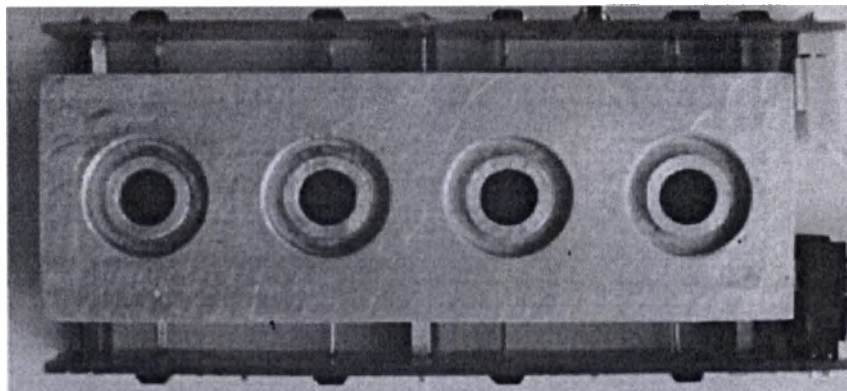

Рис.20. Блок пробы.
4.1.3 Блок пробы (Рис. 20).
Блок (рис. 20) представляет собой плиту 105х63х18 мм из дюралюминия, с двумя или четырьмя отверстиями, служащими измерительными ячейками. С одной стороны плиты имеется по 2 (для «КоаТест-2») или 4 (для «КоаТест-4») отверстия под оптические излучатели и 3 резьбовых отверстия для крепления платы LED. С другой стороны плиты имеется по 2 или 4 отверстия под фотодетекторы и 3 резьбовых отверстия для крепления платы PHOTO. Отверстия для оптического излучателя и фотодетектора каждого измерительного канала должны быть соосны.